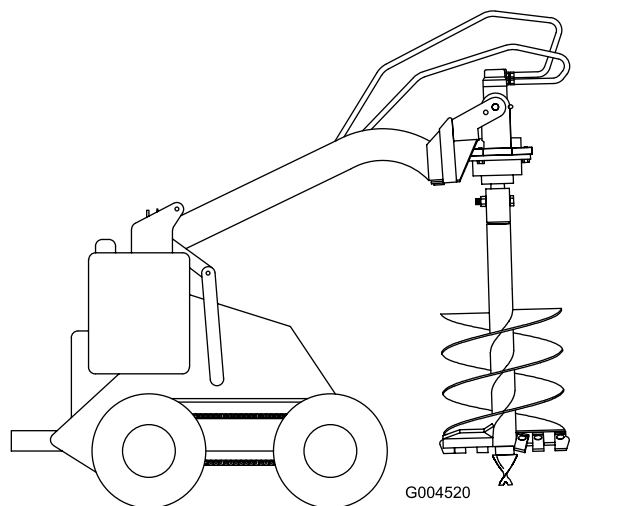

Рисунок 9
12. Приподнимите шнек с земли (Рисунок 9).
до контакта приводной головки с пластиной, чтобы стабилизировать шнек и предотвратить его свободное раскачивание (Рисунок 9).